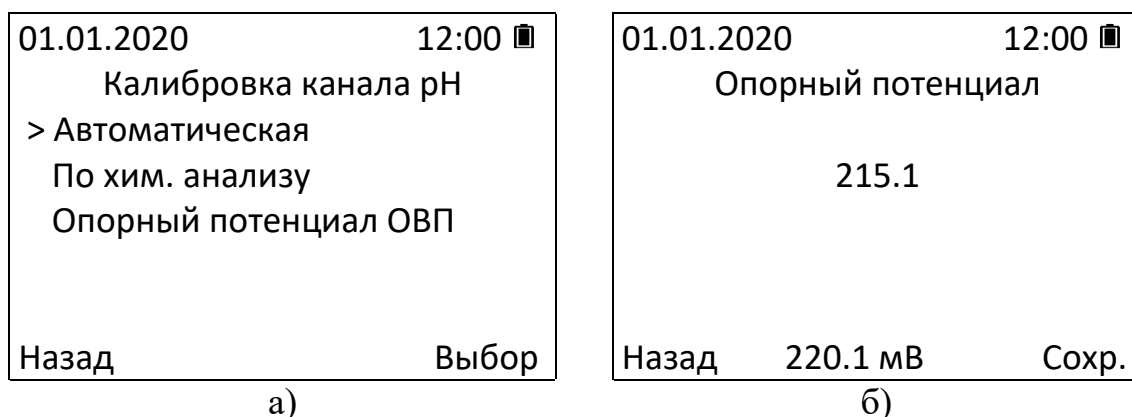

Рис. 15. Меню «Калибровка канала рН»
Для канала «**pH**» доступно три режима калибровки (см. рис. 15а):
- опорный потенциал ОВП (корректировка опорного потенциала электрода сравнения электродной системы для измерения ОВП) (см. рис. 15б).